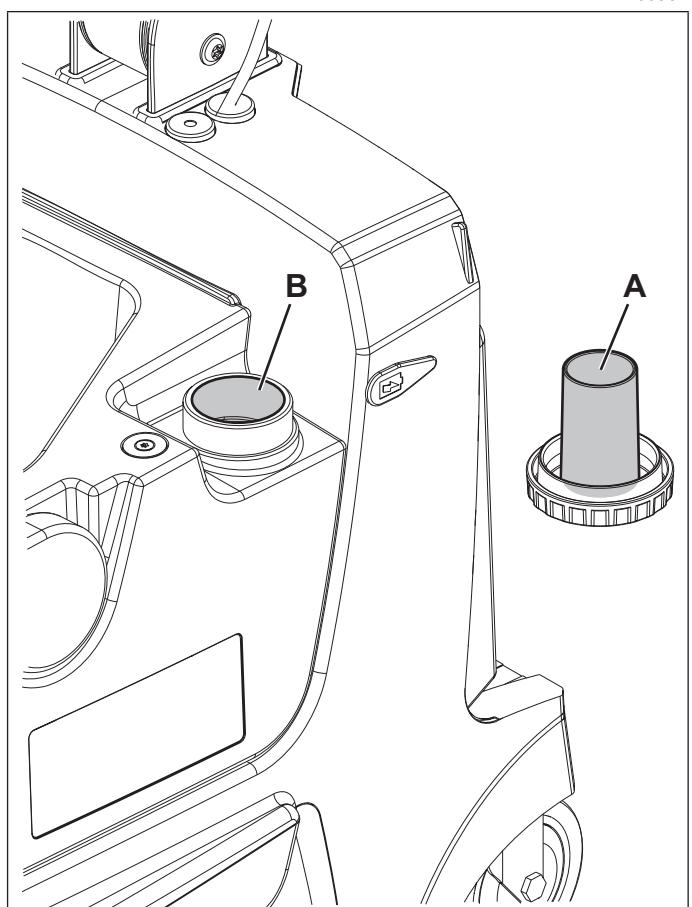

Abbildung 2
1. Den Tankdeckel (12) abnehmen.
2. Den Verschluss (A, Abb. 2) des Reinigungslösungstanks (B) abnehmen.
3. Den Tank (B) bis einige Zentimeter unter den Rand mit Wasser füllen.